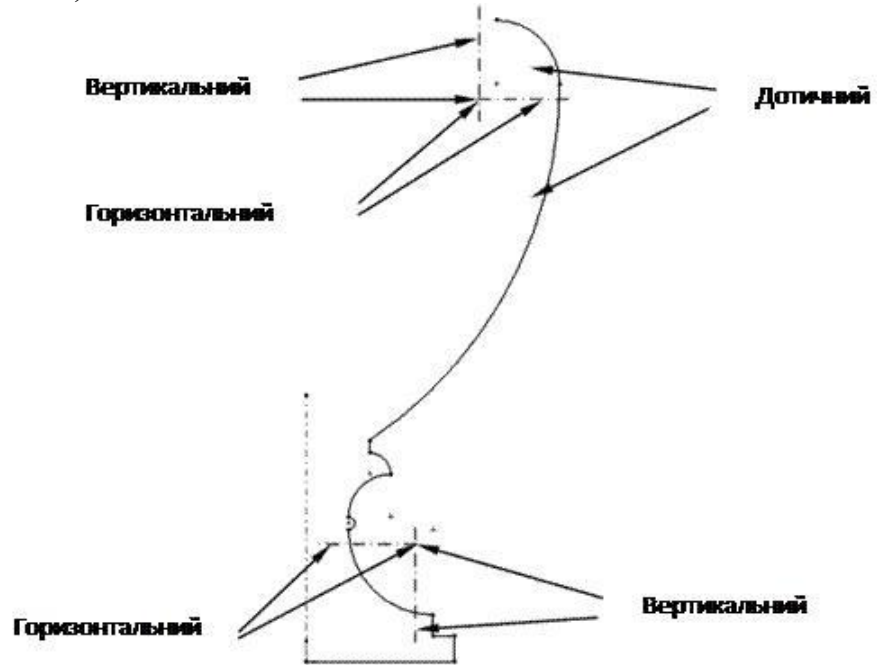

Рисунок 1.3 – Встановлення взаємозв'язків
13. Викреслити замкнутий профіль і повністю визначити його розмірами і взаємозв'язками (рис. 1.3).